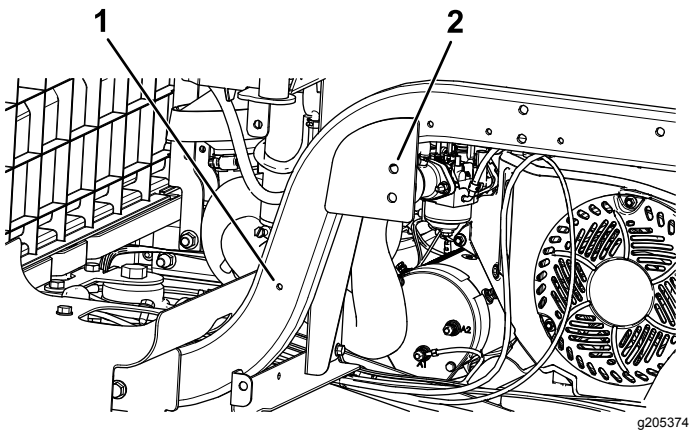

Bild 13
3. Markieren Sie die Lochpositionen an der Überrollschutzhalterung (Bild 13).
1. Fluchten Sie eine Überrollschutzhalterung mit den zwei Löchern hinter dem Sitzunterteil und dem Loch vorne an der Rahmenschiene aus, wie in Bild 13 abgebildet.